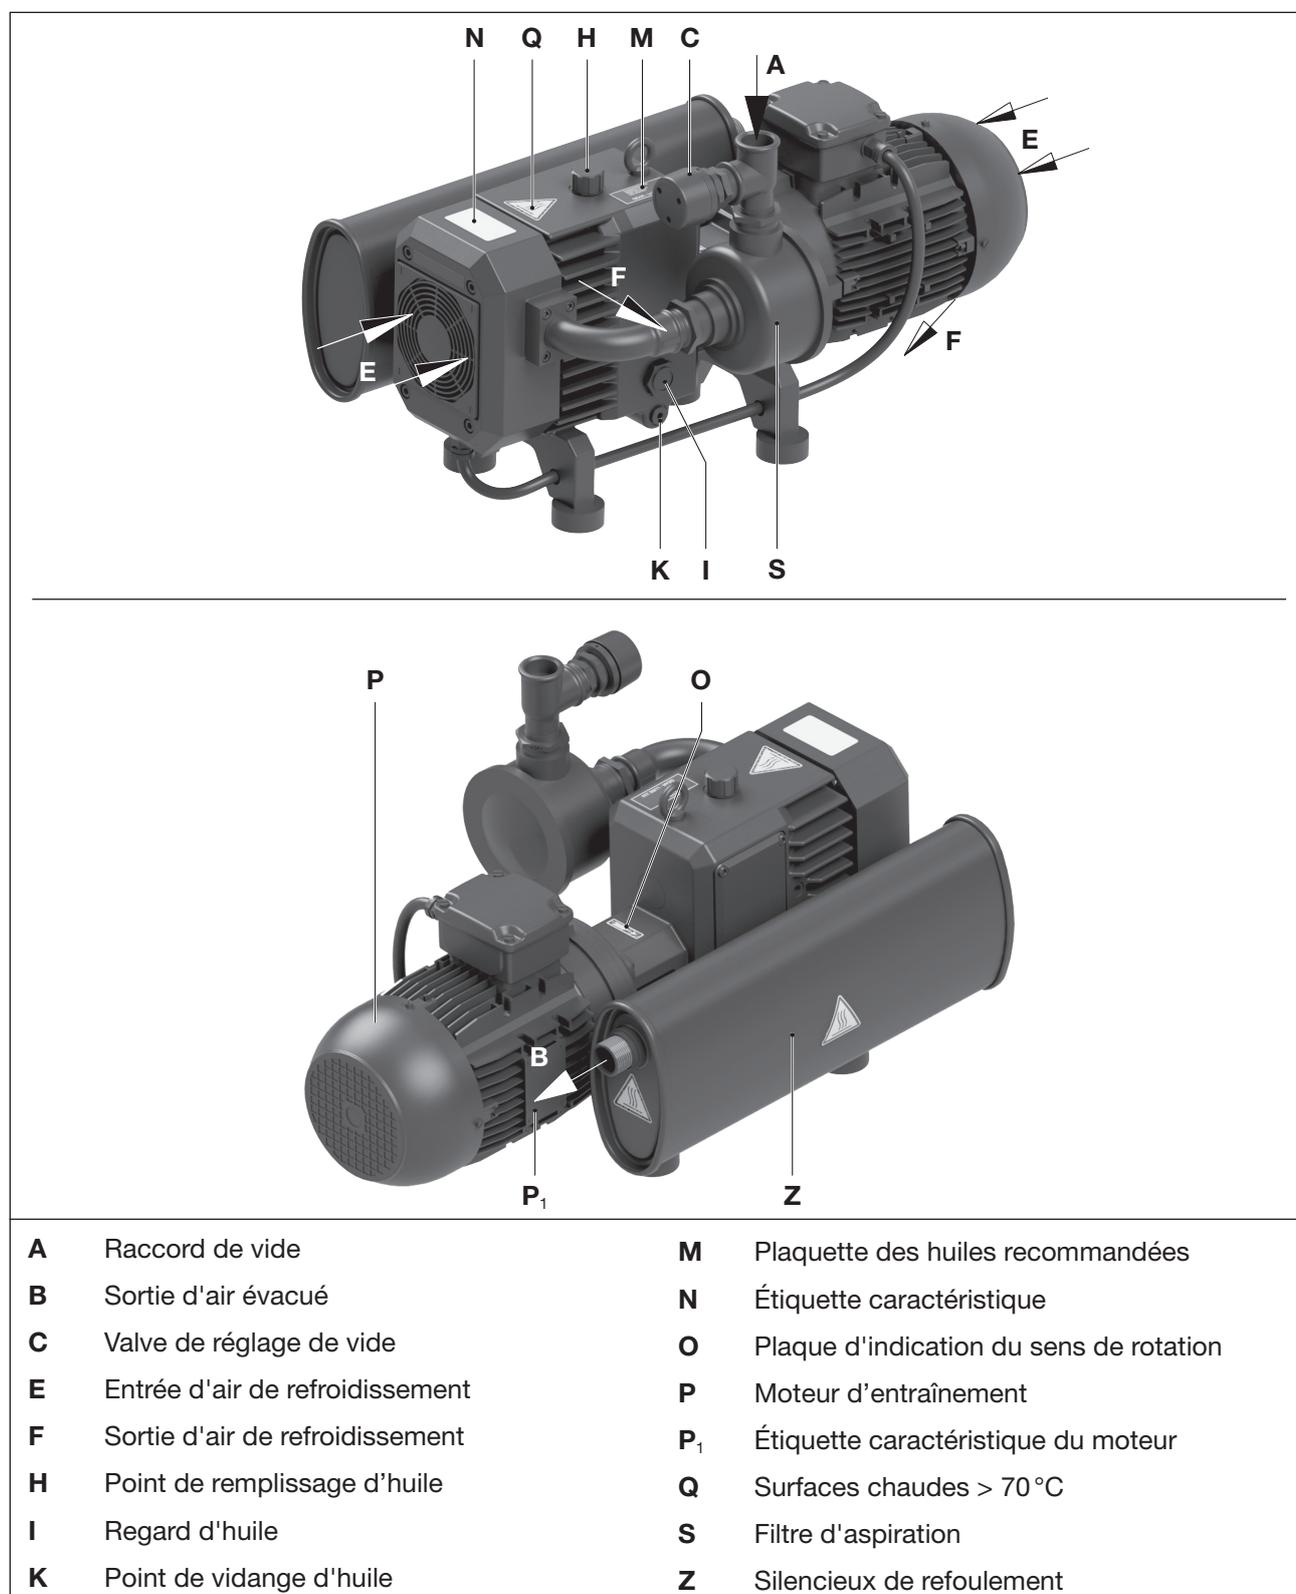
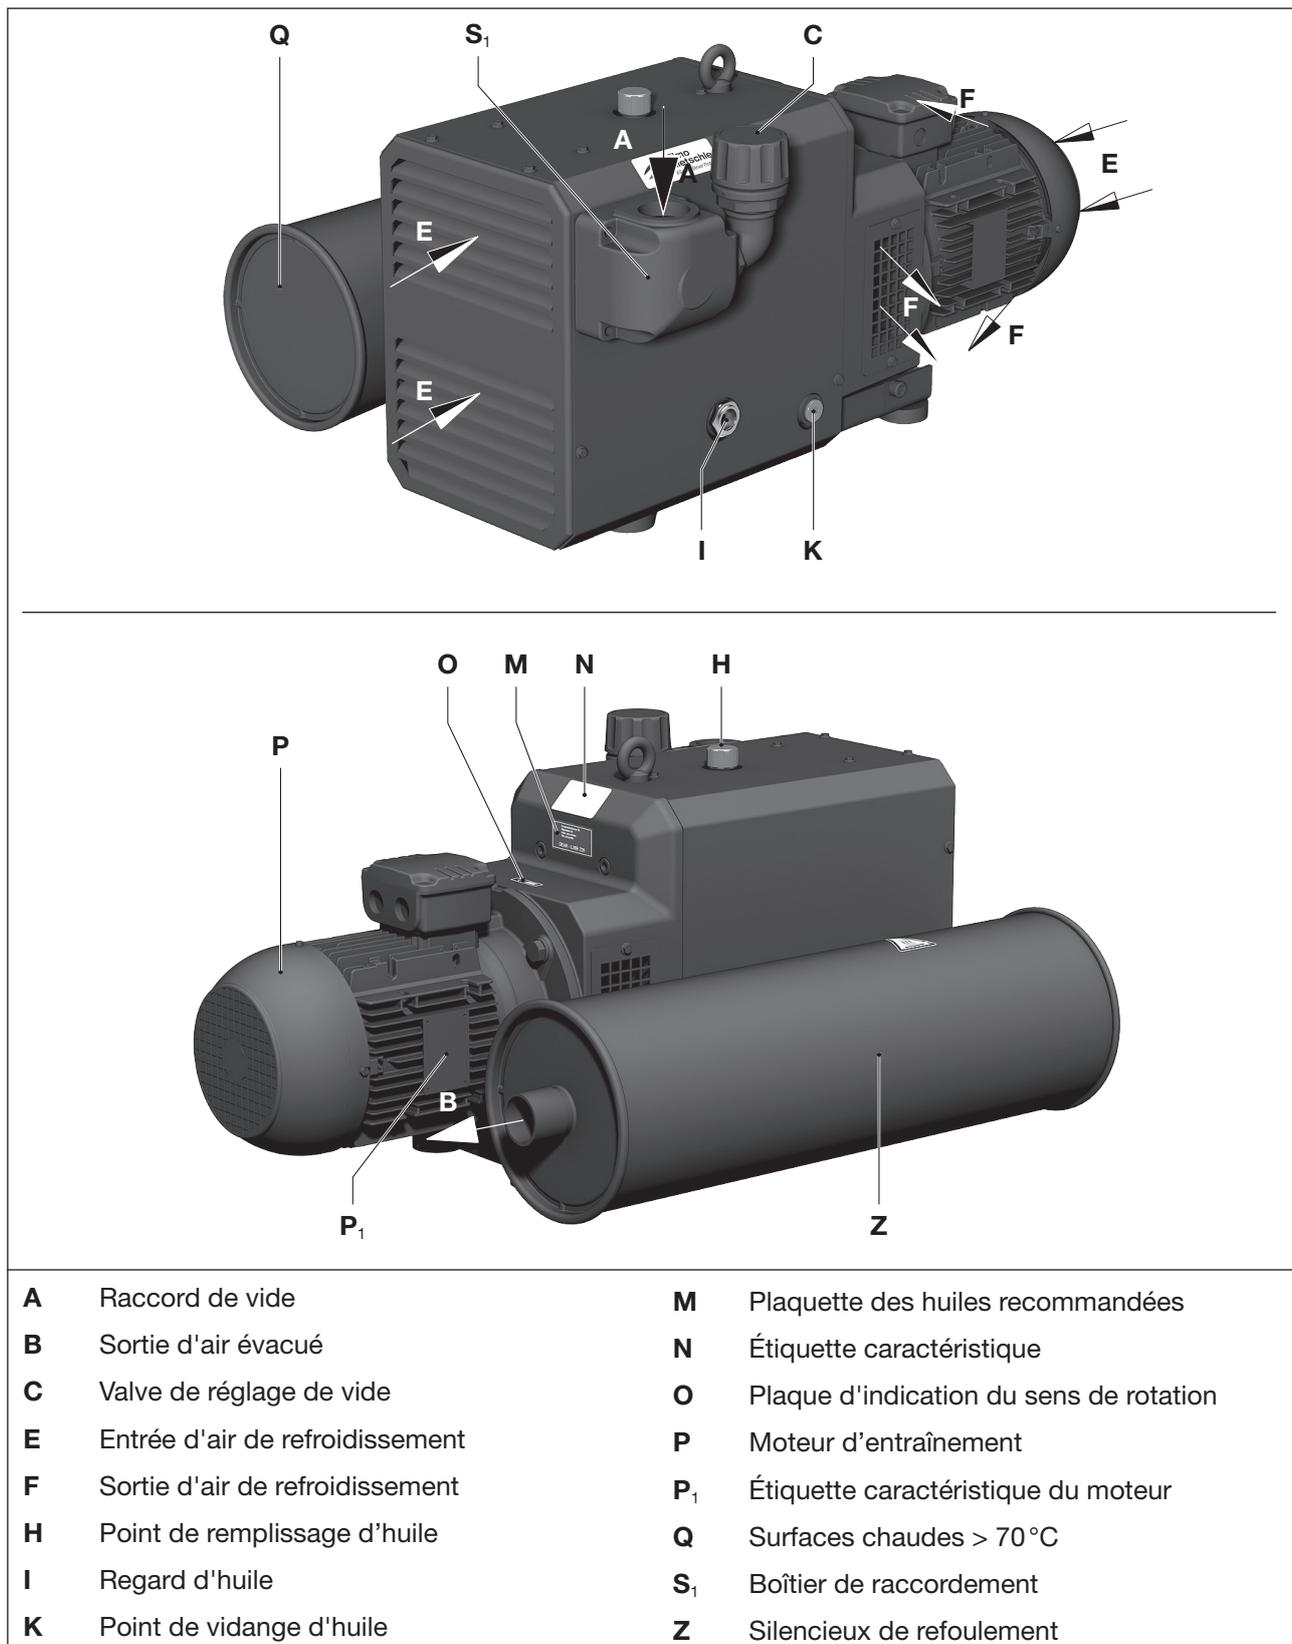
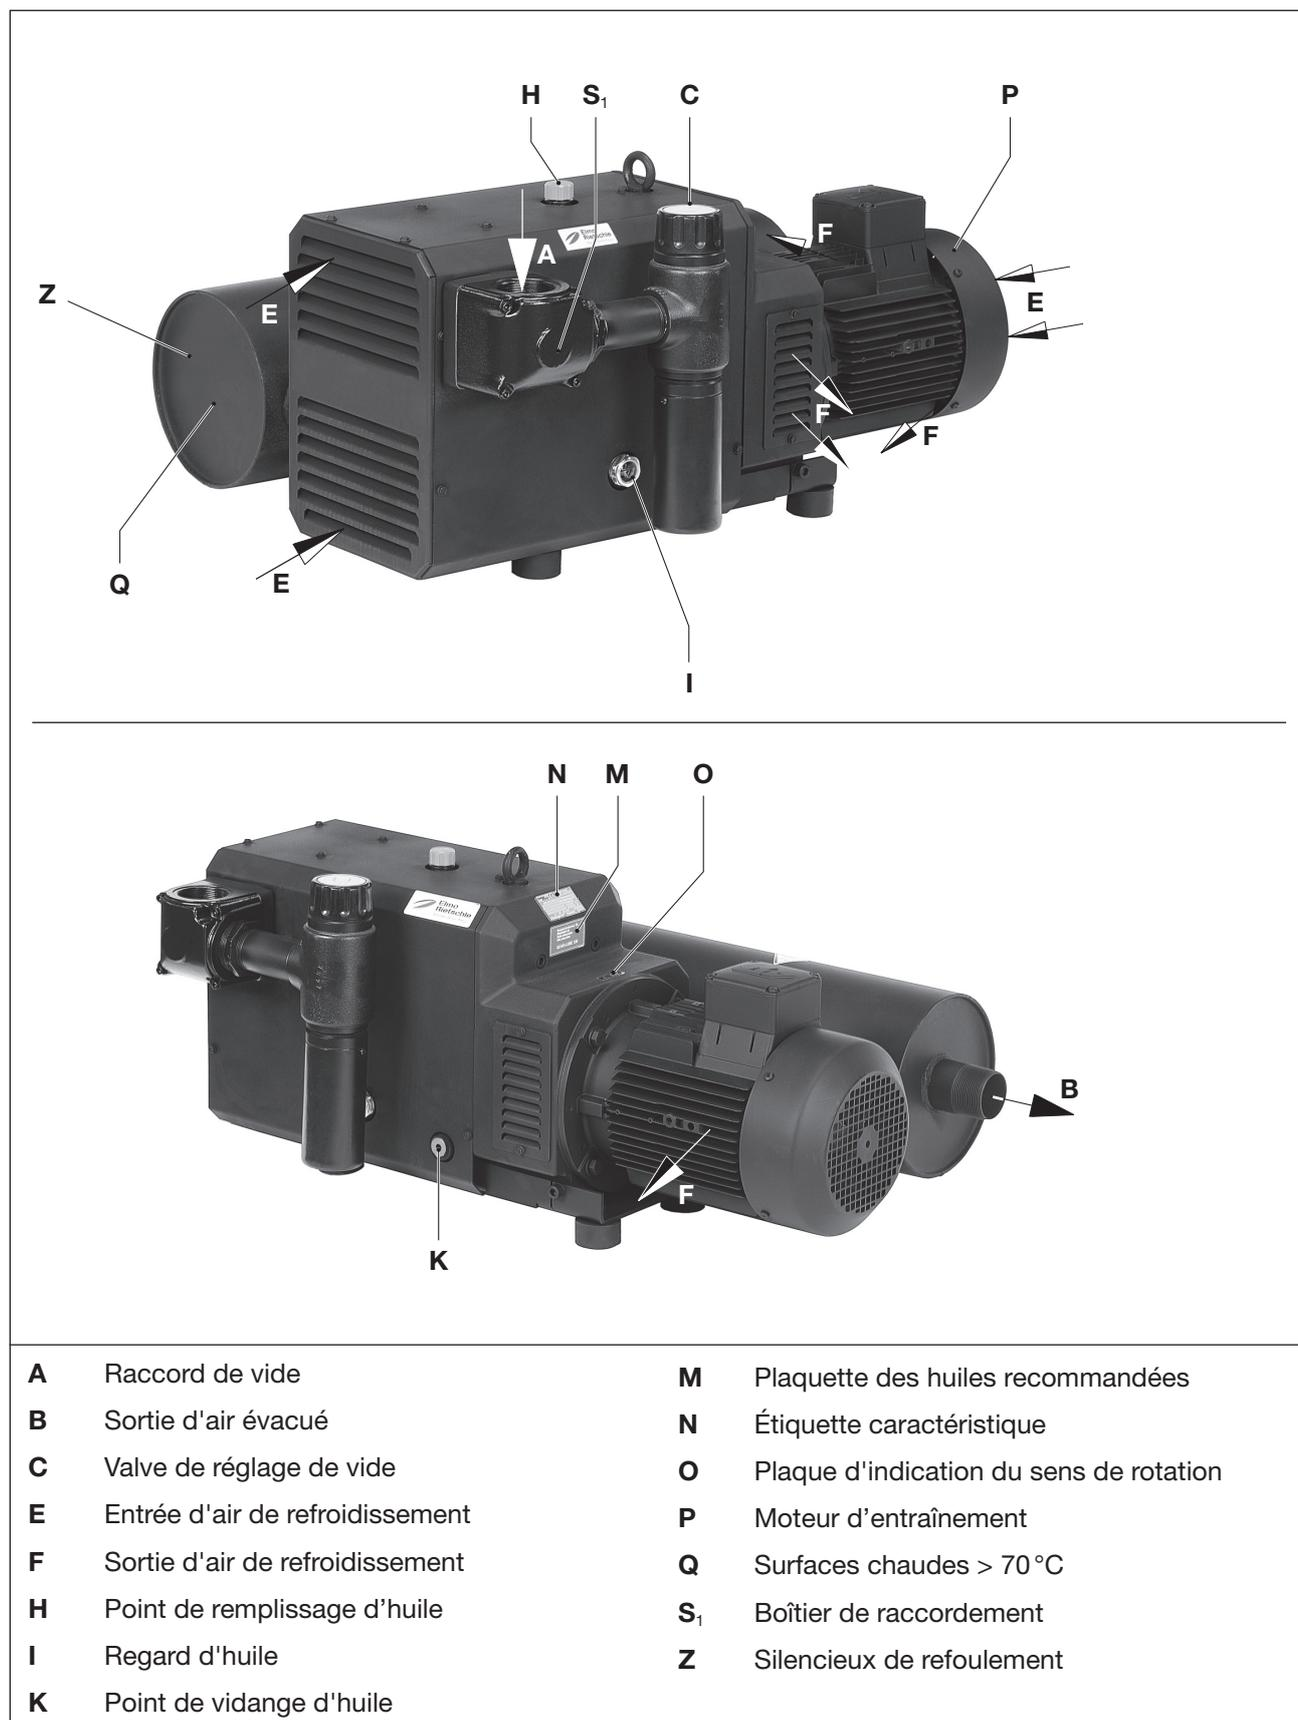

Fig. 2 Pompe à vide C-VLR 60
Fig. 3 Pompe à vide C-VLR 100 | 150
Fig. 4 Pompe à vide C-VLR 251
Une valve de réglage de vide (Fig. 2/C à Fig. 4/C) permet de régler le vide souhaité et sert en même temps de valve de limitation.
- L'orifice de remplissage d'huile (Fig. 2/H à Fig. 4/H), les regards d'huile (Fig. 2/I à Fig. 4/I) et les points de vidange d'huile (Fig. 2/K à Fig. 4/K) doivent être facilement accessibles.
- Pour les travaux de maintenance, il faut prévoir en amont du filtre d'aspiration (Fig. 2/S) et du boîtier d'aspiration (Fig. 3/S₁, Fig. 4/S₁) **une distance de minimum 40 cm**.